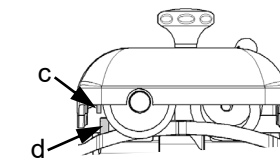

Abb. 36
- dann loslassen, der Zapfen c muss auf der Gegenhülse d einschnappen (Abb.36);